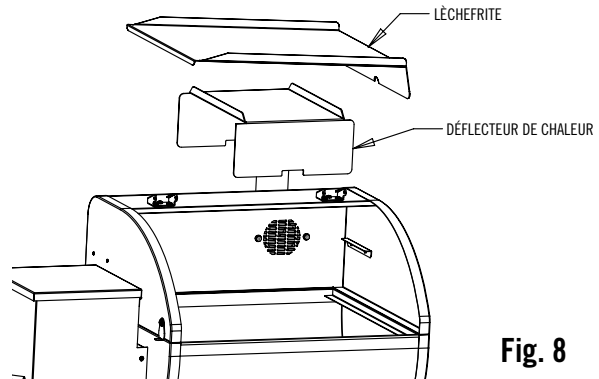

Fig. 8
1. Monter le déflecteur de chaleur et la lèche-frite comme indiqué aux Fig. 8 et 9.